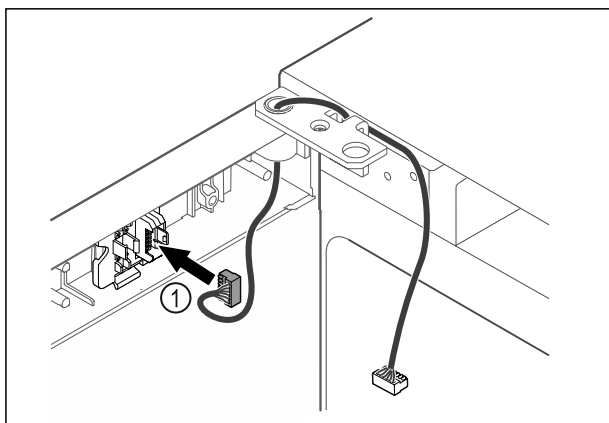

Fig. 47
- ▶ Τοποθετήστε το φιν Fig. 47 (1) στο στήριγμα του φιν.